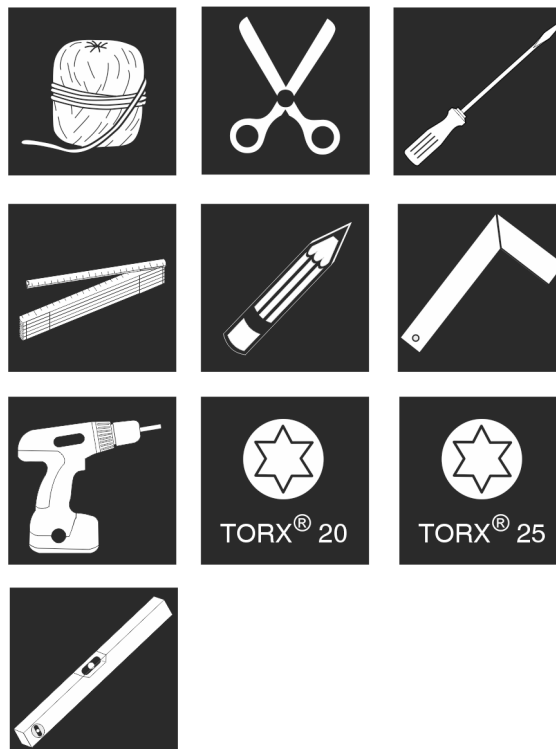

Fig. 20
1. Gereedschap klaarleggen. Fig. 20 ()